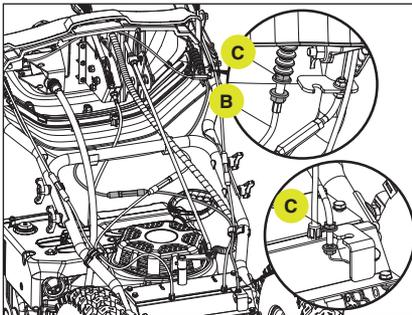

Figure 51
3. Localisez le câble (B), faites glisser la gaine en caoutchouc vers l'arrière et desserrez les écrous supérieurs (C) à chaque extrémité du câble, comme illustré. (Fig. 51)